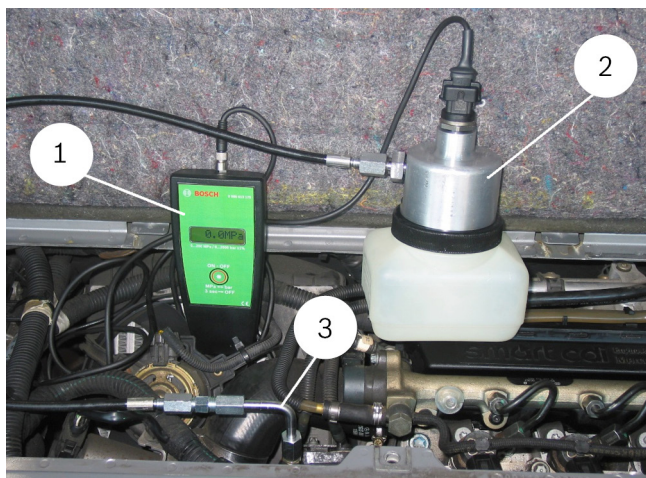

Fig. 13: Esempio di collegamento su pompa di alta pressione Common Rail CP 1
4. Collegare il tubo flessibile da 60 MPa (fig. 13, pos. 3) con il corrispondente adattatore di collegamento, angolo, dado e anello di pressione (filettatura sinistrorsa) alla pompa di alta pressione.
5. Collegare il tubo flessibile al modulo di rilevamento pressione (fig. 13, pos. 2).
7. Collegare il cavo di collegamento al manometro digitale (fig. 13, pos. 1) e al sensore di pressione rail del modulo di rilevamento pressione (fig. 13, pos. 2).